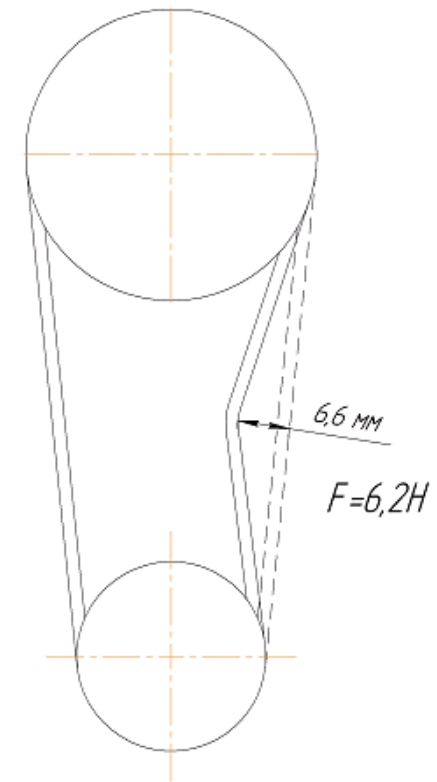

Рис.4 Схема регулировки
3.4.3 Переместить электродвигатель вниз по регулировочным пазам подмоторной плиты. Прогиб ремня должен составлять 6.6 мм при приложении усилия, равного 6,2Н, к середине ветви нового ремня (рис.4).